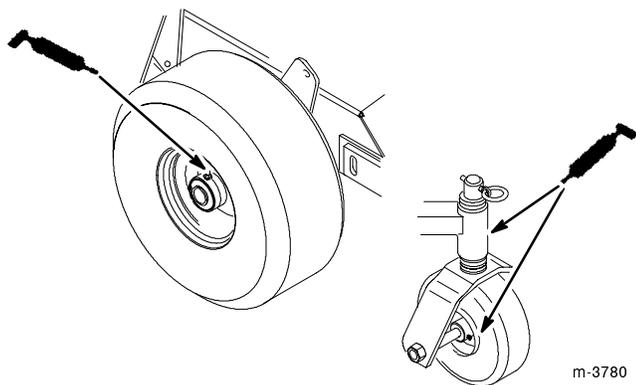

Figure 37
1. Lubrifier les roulements des roues motrices et des roues pivotantes et les fuseaux des roues avant (Fig. 37) toutes les 8 heures.